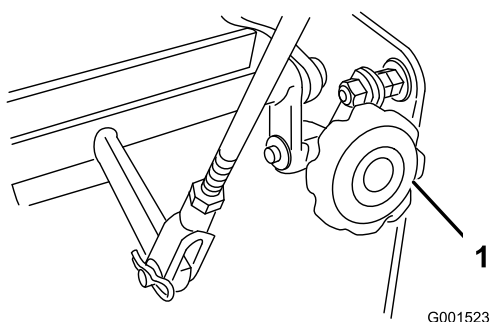

Figura 40
4. Si la unidad se desvía hacia un lado, gire el mando de ajuste de la dirección. Gire el mando a la derecha para dirigir la máquina hacia la derecha, y a la izquierda para dirigir la máquina hacia la izquierda (Figura 40).